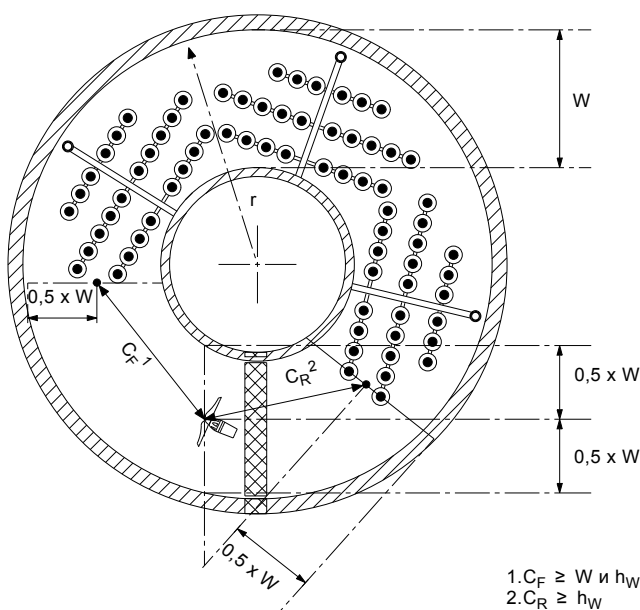

Рис. 41 Один образователь потока в резервуаре в форме кольцевого канала
Монтажное положение образователей потока в резервуарах в форме кольцевого канала с диффузорами или без диффузоров представлено на рис. 41 и 42. При выборе монтажного положения образователя потока необходимо учитывать ширину канала и радиус изгиба кольца, что позволит обеспечить образование равномерного потока и сократить потери скорости от ударов о стенки канала.
- Расстояние (C_F) от ближайшего пропеллера до первого ряда диффузоров, которое измеряется, как показано на рис. 41: $C_F \geq W$ или h_W (W = ширина канала и h_W = глубина жидкости; для расчёта используется большее значение)
- При установке только одного образователя потока (рис. 41) он должен быть расположен по центру резервуара ($0,5 \times W$) (образователь потока устанавливается под углом от $7,5^\circ$ до $22,5^\circ$ в направлении центра резервуара)